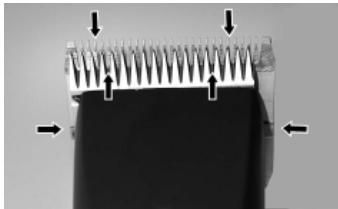

Fig. 22
Para conseguir un buen resultado de esquila y para alargar la duración de la esquiladora, es imprescindible aplicar una fina capa de aceite sobre las cuchillas superior y inferior (fig. 22).
- ▶ Lubrique los peines suficientemente durante el esquila (como mínimo cada 15 minutos), para que no marchen en seco (fig. 22).
Es necesario lubricar los peines antes, durante y después de cada uso. Si los peines dejan rayas o se desaceleran, es una señal segura que necesitan aceite. Aplique algunas gotas de aceite de frente y lateralmente de los peines (flechas fig. 22). Quite el aceite sobrante por un pañuelo suave y seco. Aerosoles lubricantes no contienen suficientemente aceite para una buena lubricación, pero son convenientes para la refrigeración de los peines. Cambie de inmediato peines dañados o dentados a fin de evitar heridas.